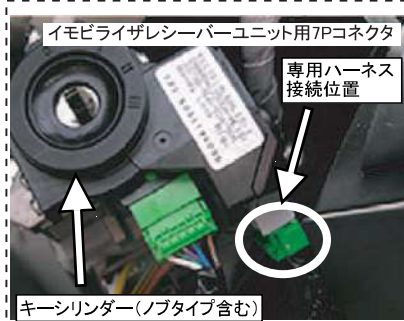

図1 イモビライザーレシーバ用コネクタの位置 (参考写真: ステップワゴン)
(1) イモビアダプターの接続
- ① イモビライザー搭載車に搭載されているイモビライザーレシーバユニットを探し、その配線コネクタを一旦外します。(コラムカバー内のキーシリンダー右隣に設置されています。図1参照)